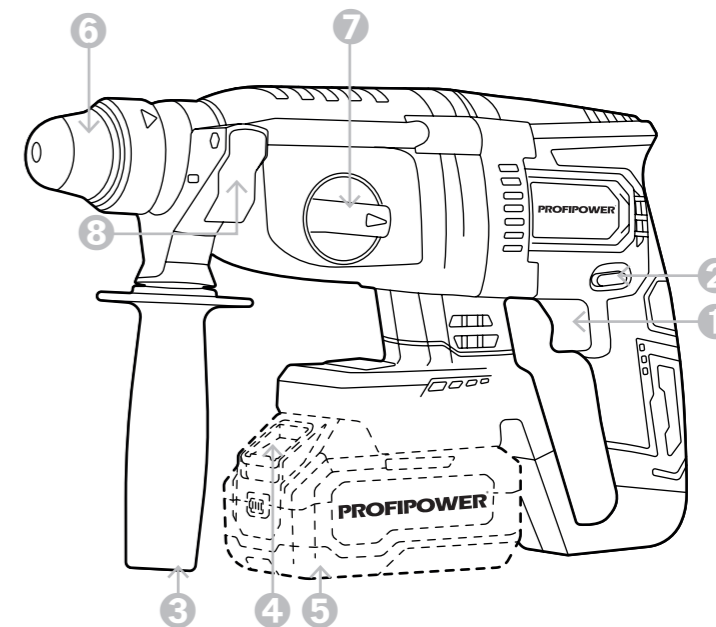

Рисунок 1.1. Устройство инструмента
**ВНИМАНИЕ!** Пользуйтесь электроинструментом только с дополнительной рукояткой «3» (рисунок 1.1.) Дополнительную рукоятку «3» можно повернуть в любое положение для удобства контроля инструмента и безопасной работы.
- 1 Для включения электроинструмента нажмите триггерный выключатель «1» (рисунок 1.1.) и держите его нажатым.
Нажмите на триггерный выключатель «1» (рисунок 1.1.) для включения лампы. Лампа будет светиться пока выключатель будет оставаться в нажатом положении.
**ВНИМАНИЕ!** Перед работой всегда проверяйте направление вращения. Пользуйтесь переключателем «2» только после полной остановки инструмента, чтобы избежать его повреждения. Для ударного сверления и для долбления всегда устанавливайте правое направление вращения. Направления вращения патрона можно изменять с помощью переключателя «2», при отпущенной клавише выключателя «1» (рисунок 1.1.). Для вращения вправо прижмите переключатель направления вращения влево до упора. Для вращения влево прижмите переключатель направления вращения вправо до упора.
**ВНИМАНИЕ!** Изменяйте режим работы только при выключенном электроинструменте! В противном случае электроинструмент может быть поврежден. Переключателем режимов «8» (рисунок 1.1.) выберите режим работы электроинструмента в соответствии с таблицей.